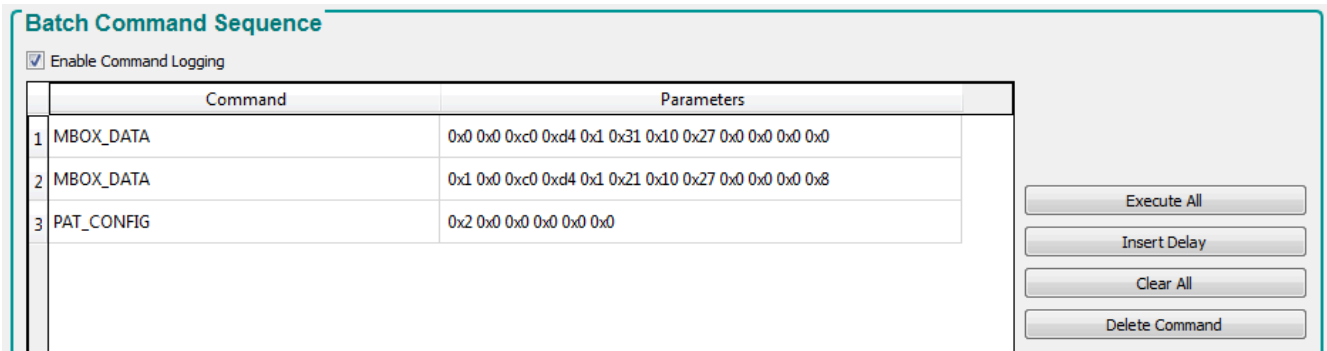
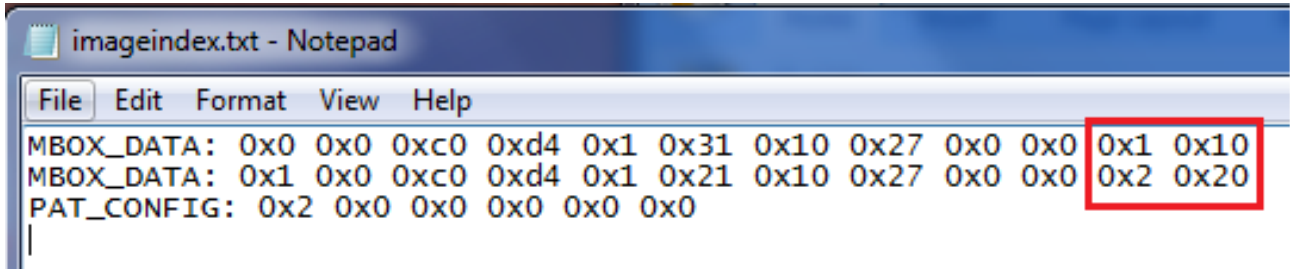

图 7-21. 图形 LUT 定义和配置
图 7-22. 更新索引和位位置
10. 图 7-21 显示了图形序列的 **Pattern LUT Definition** 和 **Configuration**。
16. 使用记事本或类似的编辑器打开并编辑步骤 11 中保存的批处理文件。该文件通常存储在 C:\Texas Instruments-DLP\DLPC900REF-SW-5.2.0\DLPC900REF-GUI\Images and Batch files\ 文件夹中的 LCR[DMD]_Images\ 文件夹内, 具体取决于所使用的 DLPC900 DMD EVM。更改图像索引和位位置, 如图 7-22 所示。有关图案 LUT 定义和配置命令的详细信息, 请参阅 DLPC900 编程人员指南 (DLP018)。
17. 图 7-22 显示了两种图案图像的图像索引和位位置, 其中的值与图 7-21 中的值相比发生了变化。点击 **Save** 保存新的批处理文件。